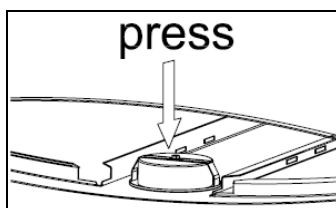

图. 12
灯的更换 (图. 12)
- 推出机体里的灯泡 (图. 12).